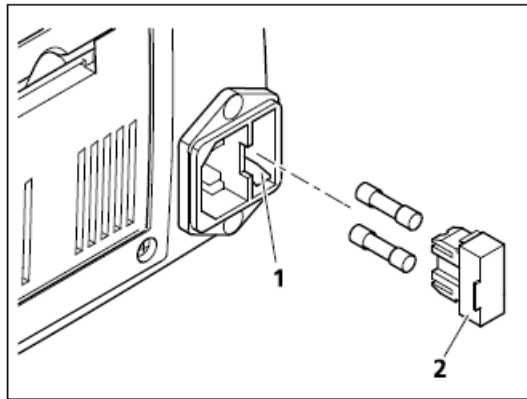

图. 5-1 更换主机保险丝
- Y 借助小型螺丝刀（如有必要），向外拔出保险丝座（图5-1/2）。
- Y 把保险丝座推入保险丝盒（图5-1/1），使之到位为止。